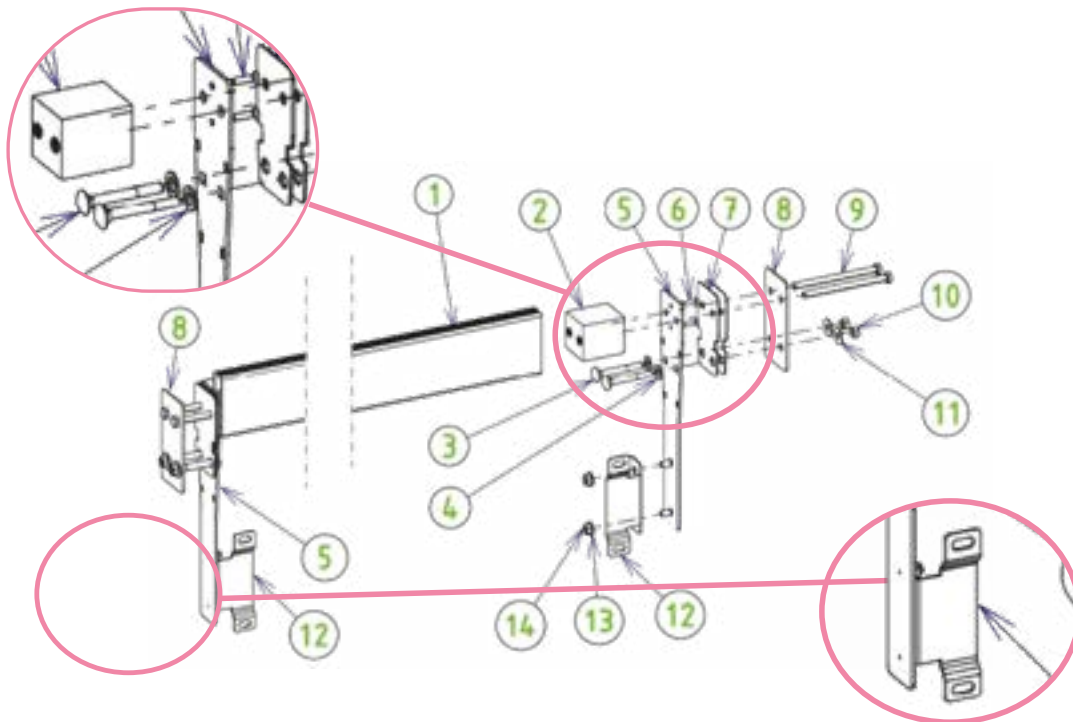

Abbildung 43 – Montage und Installation des Trägers
Befestigen Sie die beiden Winkel (12) mit Hilfe von 4 Muttern (14) und vier 8 mm Edelstahl-Unterlegscheiben A4 (13) an den Trägerplatten (5). Die herausstehenden Teile der Winkel (12), die eine Einkerbung haben, müssen an der dem Skimmer und der Achse gegenüberliegenden Seite sein (siehe vergrößerte Ansicht der Winkel (12) in Abbildung 43)
Befestigen Sie schließlich die Trennwand auf den Winkeln (Teil 12 in *Abbildung 43*) mit vier Senkkopfschrauben (7) 8 x 16, vier Unterlegscheiben und vier Muttern von 8 mm Durchmesser aus A4 Edelstahl.